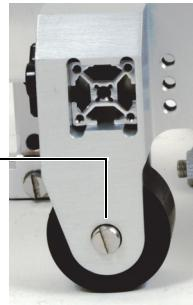

图 2-32 安装在框架上的轮子
1. 使用平头螺丝刀，拆下用于固定轮子的螺钉（参见第60页的图 2-32）。